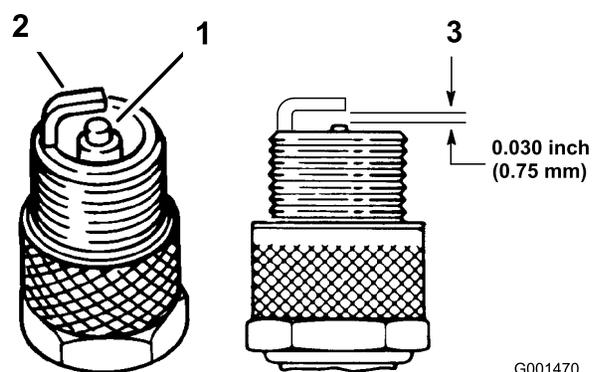

Bild 50
1. Sehen Sie sich die Mitte der Zündkerzen an (Bild 50). Wenn der Kerzenstein hellbraun oder grau ist, ist der Motor richtig eingestellt. Eine schwarze Schicht am Kerzenstein weist normalerweise auf einen schmutzigen Luftfilter hin.
2. Prüfen Sie den Abstand zwischen den mittleren und seitlichen Elektroden (Bild 50). Verbiegen Sie die seitliche Elektrode (Bild 50), wenn der Abstand nicht stimmt.
3. Schließen Sie den Zündkerzenstecker an die Zündkerzen an (Bild 50).